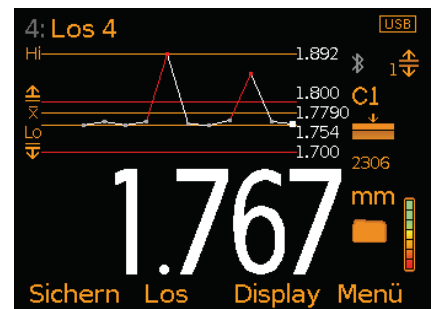

Bild 8: Verlaufsdigramm und Messwerte
- **Verlaufsdigramm - Modell T (Bild 8):** Ein Trendliniendiagramm der letzten 20 Messungen, das bei jeder Messung automatisch aktualisiert wird.